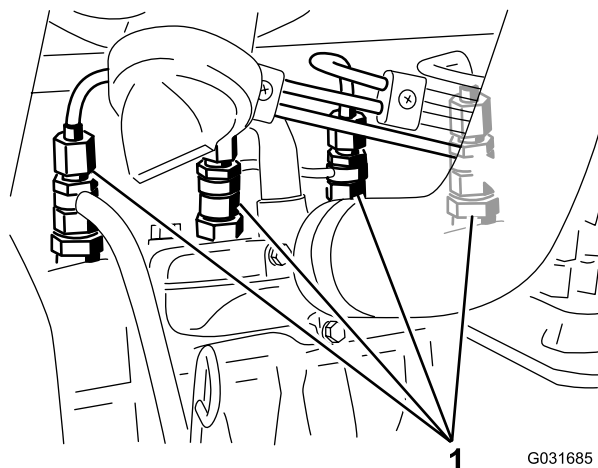

Bild 42
1. Lockern Sie den Leitungsanschluss an der ersten Düse und Halterung (**Bild 42**).